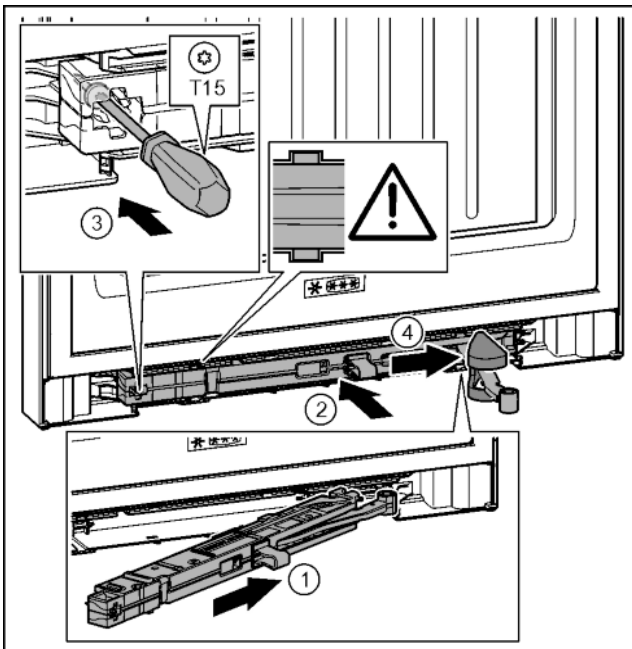

Fig. 45
- ▶ Schließdämpfereinheit auf der Lagerbockseite bis zum Anschlag schräg in die Aussparung einschieben. Fig. 45 (1)
- ▶ Schließdämpfereinheit vollständig in Aussparung schieben. Fig. 45 (2)
- ▶ Schraube mit einem Schraubendreher T15 festschrauben. Fig. 45 (3)
- ▶ Abdeckung über Gelenk schieben. Fig. 45 (4)